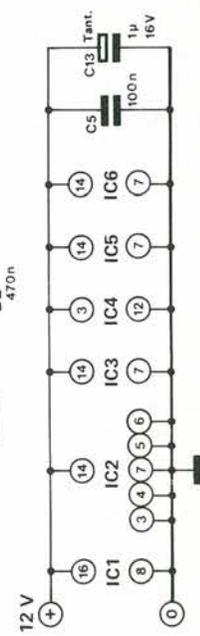
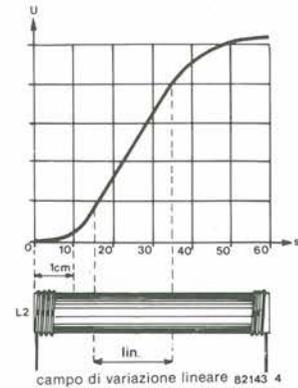
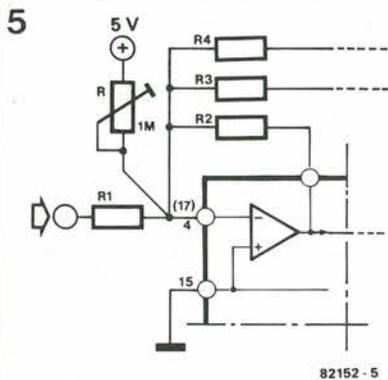

Figura 2. Schema elettrico del circuito di ciascun apparecchio telefonico.
Figura 4. La relazione tra il movimento del nucleo e la tensione d'uscita, presentata in forma di grafico: un aiuto indispensabile per una corretta taratura.
Figura 5. L'applicazione mostrata in figura 4 può aver bisogno di una regolazione dell'offset mediante un potenziometro trimmer da 1 M Ω.
Lo schema elettrico di figura 2 è piuttosto complicato, ma il costruttore riceverà un
La serigrafia delle piste di rame ed il montaggio dei componenti sui circuiti stampati appaiono nelle figure 4 e 5. Si raccomanda vivamente di usare i circuiti stampati, perchè occorre costruire un circuito completo secondo la figura 2 per ciascuna delle derivazioni. Come già detto in precedenza, per l'intero sistema occorre un solo alimentatore.
Figura 4. Il circuito stampato per lo schema di figura 2. Per ogni telefono ce ne vuole uno. Tutti i collegamenti esterni sono portati ad uno dei margini della scheda.
Per tarare con precisione il circuito sarà necessario tracciare una curva dell'induzione, come quella di figura 4.
Infilare il nucleo spingendolo dentro la bobina di un mm alla volta, prendendo nota ad ogni passo della tensione d'uscita. Collegando tra loro i diversi punti, si potrà disegnare una curva (vedi figura 4). Potrete rilevare dalla suddetta curva, che la relazione tra il movimento del nucleo e la tensione d'uscita è lineare solo entro determinati limiti. Con tutti questi dati a disposi-
- Ultima, ma non meno importante, la figura 4, che illustra un circuito standard di filtro a variabile di stato.
Il filtro a variabile di stato è rappresentato in figura 4. Esso dispone di un'uscita in passa-banda, di una in passa-alto e di una in passa-basso. Si potrà realizzare molto facilmente una
Per il modo di operazione che appare in figura 4 sono necessarie alcune parole di avviso. Permettendo bassi rapporti R2/R4 ed un elevato fattore Q, l'uscita del passa-basso mostrerà un offset c.c. di un paio di volt e perciò converrà inserire una regolazione dell'offset stesso. In un caso di questo genere, suggeriamo di usare, per regolare l'offset, il metodo della figura 5.
Figura 4. Una delle due metà di un MF 10 usata come filtro universale di secondo ordine per uscite passa-alto, passa-banda, passa-basso e notch. Per la funzione "notch" necessita un amplificatore operazionale supplementare. In questo schema, il piedino 6 dovrà essere collegato ad Ub.